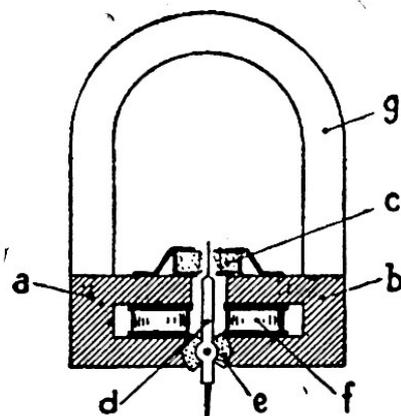

FIG. XIII-18
Voyons tout d'abord le pick-up magnétique. Une telle tête est représentée sur la figure XIII-18. Bien entendu, chaque constructeur apporte plus ou moins de variantes dans la conception
a) Le pick-up à réluctance variable, dont le *principe* n'est pas autre chose que celui du bon vieux pick-up de la figure XIII-18, mais d'une réalisation pratique différente ;